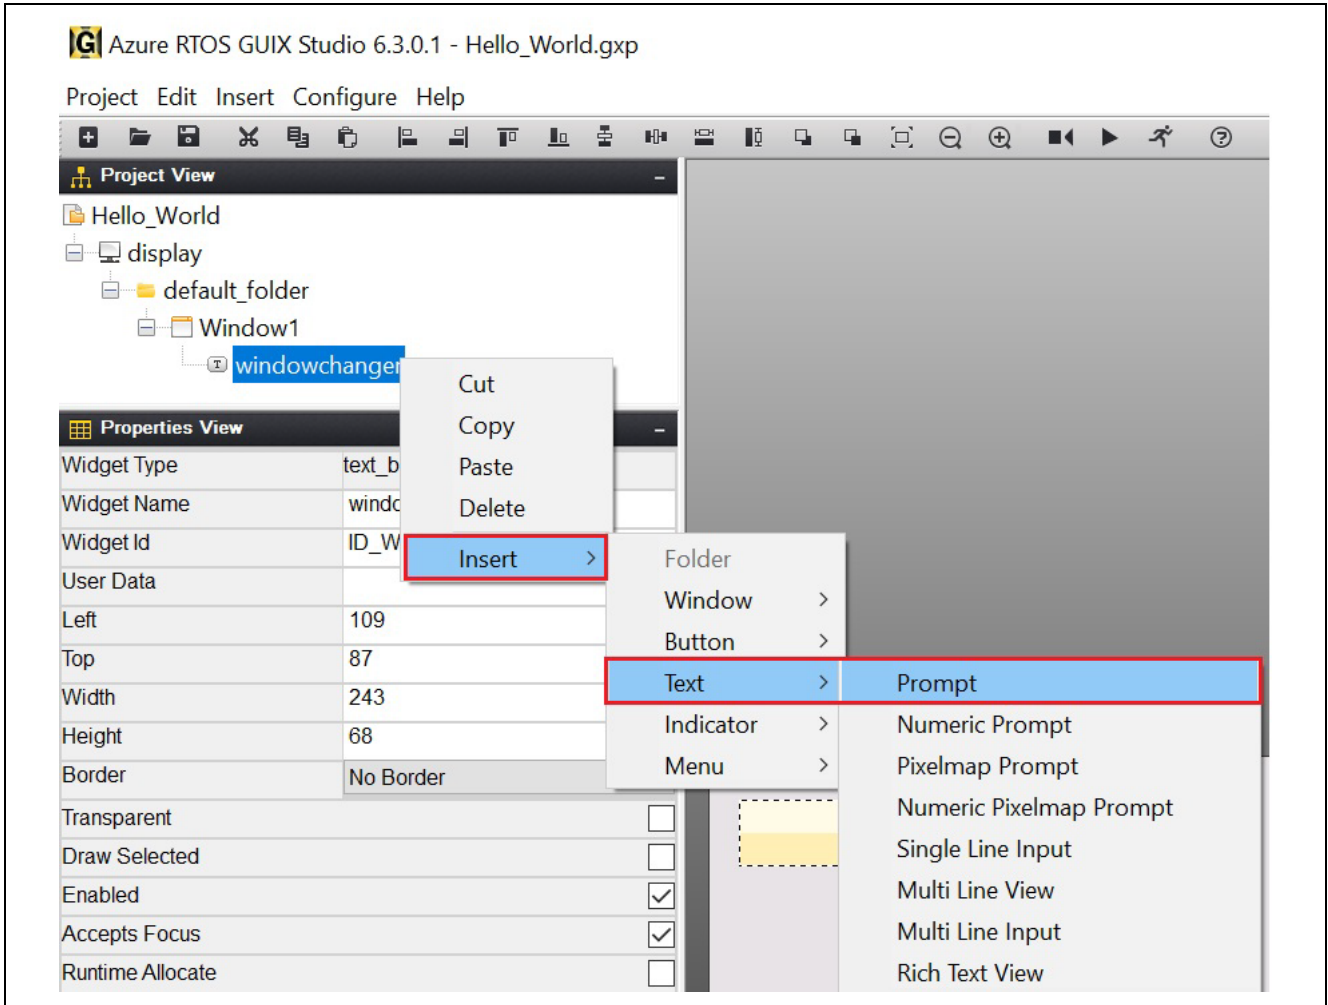

図 52. Prompt の挿入
13. 図 52のように、**windowchanger**を右クリックして**Prompt**を挿入します。